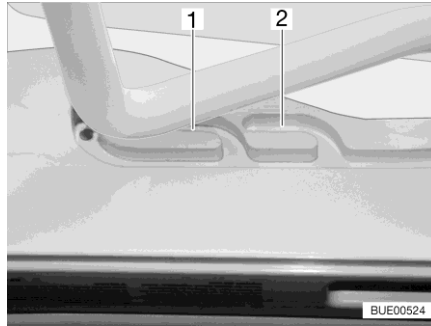
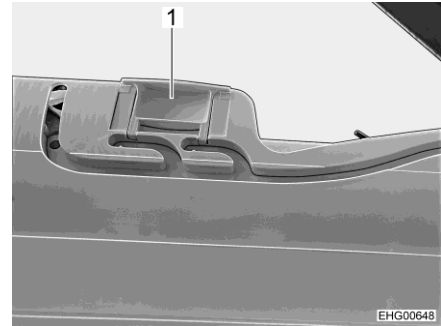

Bild 29 Spår (ventilationsläge)
Bild 30 Lås (ventilationsläge)
Heki-takluckan kan ställas i två ventilationslägen: Läget för dåligt väder (Bild 29,1) och mittläget (Bild 29,2). Beroende på modell kan takluckan låsas i mittläget med de båda spärrarna (Bild 30,1) till höger och vänster om ramen till takluckan.
- Tryck bygel lätt uppåt och skjut in den i det valda spåret (Bild 29,1 eller 2) och lås eventuellt.